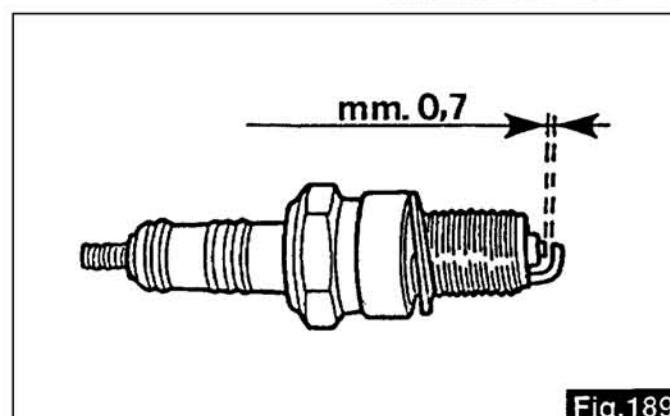

Fig.189
19.5 BOUGIES (fig. 189)
19.5 ZÜNDKERZEN (Abb. 189)